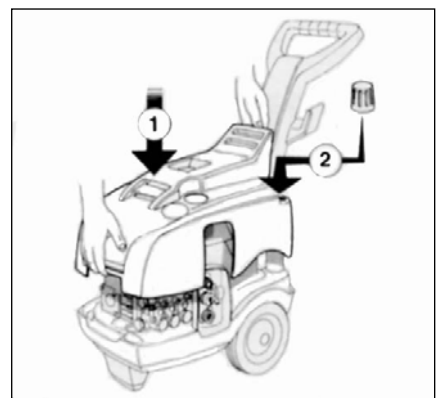

Рис.9
- V. Установка корпуса (Рис.9).